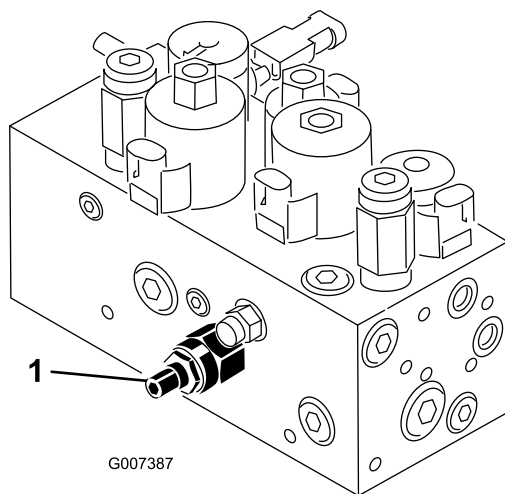

Figura 48
El circuito de elevación/bajada de la unidad de corte está equipado con una válvula de control de flujo (Figura 48). Esta válvula viene ajustada de fábrica, pero es posible que sea necesario ajustarla para compensar diferencias en la temperatura del aceite hidráulico, velocidad de siega, accesorios, etc. Si es necesario ajustarla, proceda de la manera siguiente:
1. Levante el asiento y localice la válvula de control de flujo del bastidor de tiro central (Figura 48), situada en el lateral del colector hidráulico.